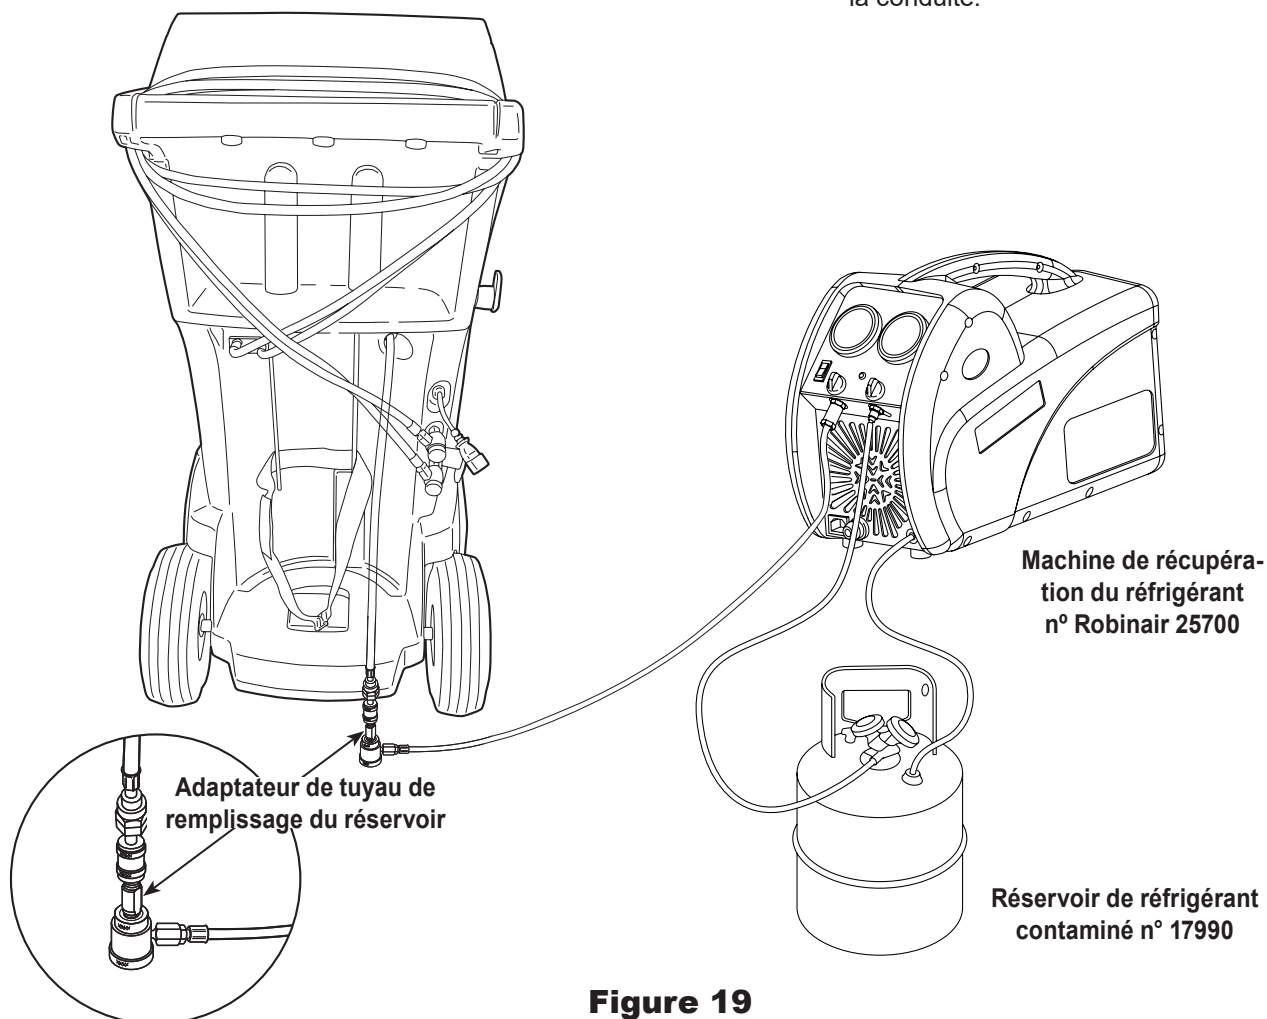

Figure 19
Une machine de récupération de réfrigérant (n° Robinair 25700) dédiée au réfrigérant contaminé est requise pour les étapes suivantes. Reportez-vous à la Figure 19.
2. Faites passer deux fois les tuyaux de service autour de la poignée et attachez-les aux ports de stockage. Reportez-vous à la Figure 19.